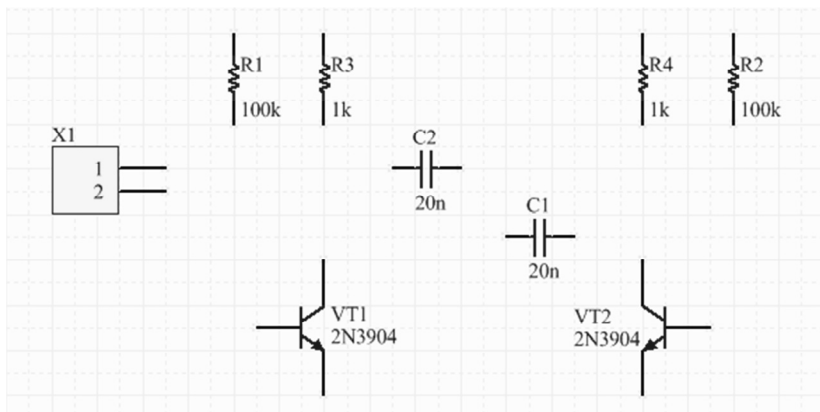

Рис. 3.6. Компоненты, размещенные на схеме
9. Расположите резистор над базой транзистора **VT1** (см. рис. 3.6) и нажмите левую кнопку мыши или клавишу **ENTER**. На данном этапе не беспокойтесь о соединении резистора с транзистором. Позже мы соединим все элементы.
12. Разместите элементы **R3** и **R4** в соответствии с рис. 3.6. Щелкните правой кнопкой мыши или нажмите клавишу **ESC**, чтобы выйти из режима размещения компонентов.
Итак, на данном этапе все компоненты размещены. Обратите внимание, что на рис. 3.6 между компонентами оставлены большие промежутки, чтобы обеспечить их удобное соединение. Это важно, поскольку соединение не может пересекать вывод какого-либо элемента по пути к следующему выводу цепи. В этом случае все выводы будут подключены к этой цепи. Для перемещения компонента щелкните на нем и, удерживая левую кнопку мыши, перетащите компонент в новое место.